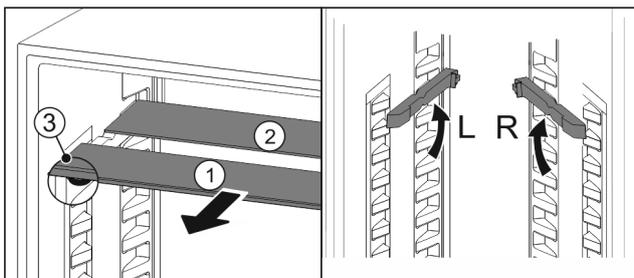

Fig. 87
- ▶ Glasplatten einzeln nach vorne herausziehen Fig. 87 (1).
- ▷ Glasplatte Fig. 87 (1) mit Zierleiste liegt vorne.
- ▷ Stopps Fig. 87 (3) zeigen nach unten.